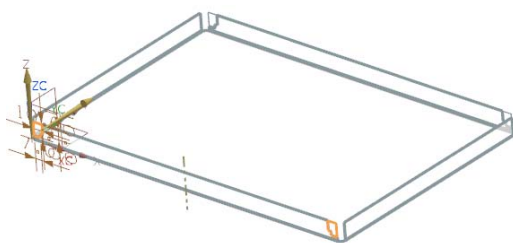

图 2-41 预览所创建的法向除料特征
(4) 视图区预览所创建的法向除料特征,如图 2-41 所示。